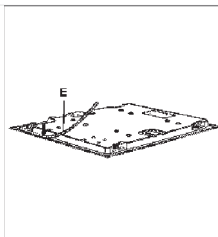

FIG. 10
- Renversez la plaque chauffante et positionnez correctement le joint d'étanchéité « E » (fig. 10) sous bord de la plaque chauffante elle-même, de telle sorte que le côté externe du joint d'étanchéité épouse parfaitement le bord externe de la plaque chauffante. Les extrémités des bandes doivent tenir ensemble sans déborder.